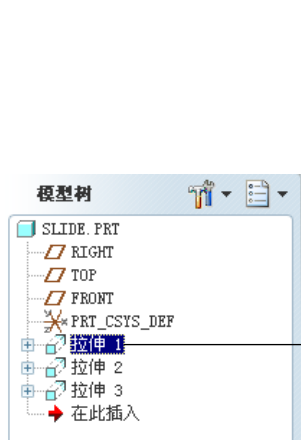
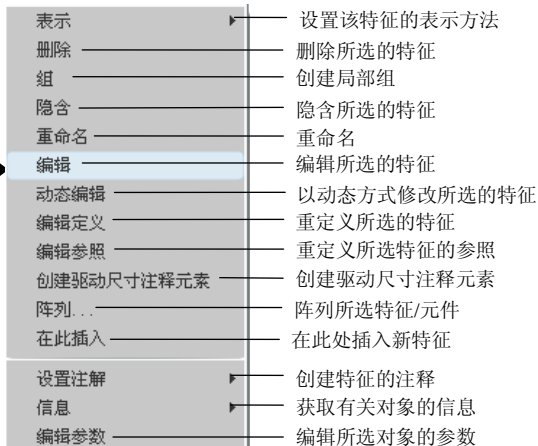
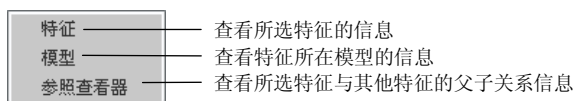

图 5.9.1 模型树
图 5.9.2 快捷菜单
图 5.9.8 信息子菜单
Step3. 在图 5.9.1 所示的滑块零件模型 (slide) 的模型树中 (如果看不到模型树, 选择导航区中的  → **模型树(M)** 命令), 单击要编辑的特征, 然后右击, 在图 5.9.2 所示的快捷菜单中选择 **编辑** 命令, 此时该特征的所有尺寸都显示出来, 以便进行编辑。
选择图 5.9.2 所示的菜单中的 **信息** 命令，系统将显示图 5.9.8 所示的子菜单，通过该菜
在图 5.9.2 所示的菜单中选择 **删除** 命令，可删除所选的特征。如果要删除的特征有子特征，例如要删除滑块（slide）中的基础拉伸特征（如图 5.9.11 所示），系统将弹出图 5.9.12 所示的“删除”对话框，同时系统在模型树上加亮该拉伸特征的所有子特征。如果单击“删除”对话框中的 **确定** 按钮，则系统删除该拉伸特征及其所有子特征。
在图 5.9.2 所示的菜单中选择 **隐含** 命令，即可“隐含”所选取的特征。“隐含”特征就是将特征从模型中暂时删除。如果要“隐含”的特征有子特征，子特征也会一同被“隐含”。类似地，在装配模块中可以“隐含”装配体中的元件。隐含特征的作用如下：
在图 5.9.1 所示的滑块 (slide) 的模型树中，右击实体拉伸特征 (特征名为“拉伸 2”)，再在弹出的快捷菜单中选择 **编辑定义** 命令，此时系统弹出图 5.9.18 所示的操控板界面，按照图中所示的操作方法，可重新定义该特征的所有元素。